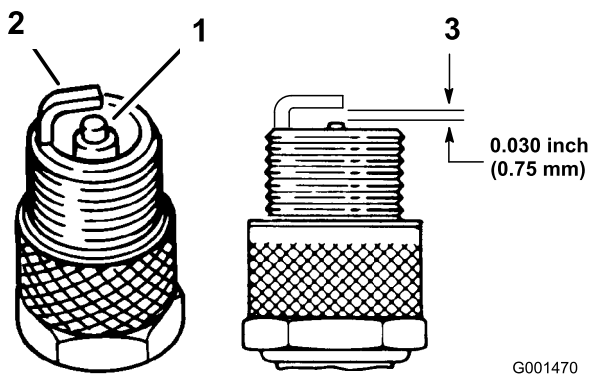

Figure 38
1. Examinez le centre de la bougie (Figure 38). Si le bec de l'isolateur est recouvert d'un léger dépôt gris ou brun, le moteur fonctionne correctement. S'il est couvert d'un dépôt noir, c'est généralement signe que le filtre à air est encrassé.
3. Contrôlez l'écartement entre l'électrode centrale et l'électrode latérale (Figure 38). Courbez l'électrode latérale (Figure 38) si l'écartement est incorrect.
3. Branchez la bougie (Figure 38).